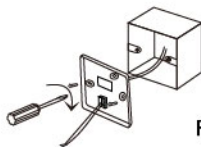

Fig. 2
3. Comme le montre la Fig.2, fixer les vis M5/32 * 25/32 po. (M4X20 mm) fournies avec le couvercle arrière sur la boîte, puis faire passer les fils à travers le couvercle arrière.